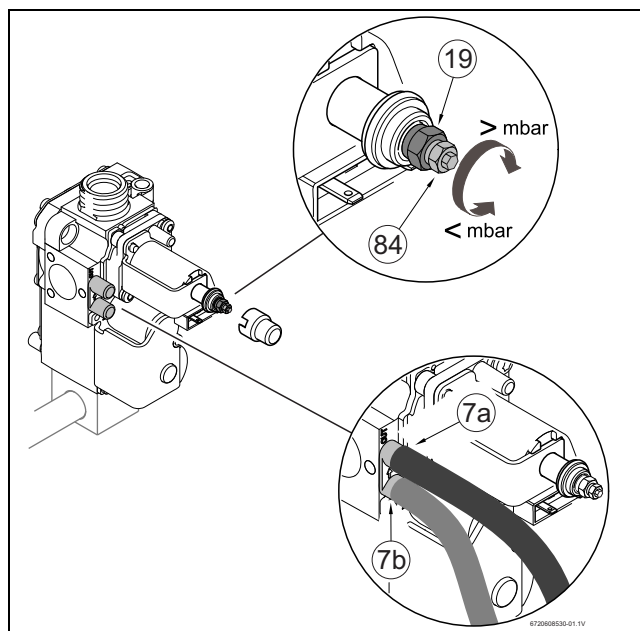

Рис. 30 Газовая арматура
- Снять опломбированный колпачок установочного винта газа (19) (рис. 30).
- Для котлов, использующих природный газ: установочным винтом (19) установить максимальный расход газа (таб. 12).